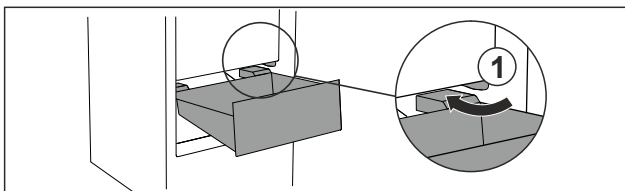

Fig. 67
- ▶ Обойдите стопор Fig. 67 (1) выдвижного ящика под наклоном.